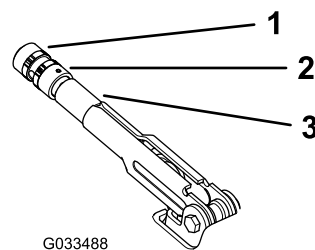

Bild 57
3. Drehen Sie das Handrad (Bild 57), bis eine Kraft von 20 kg bis 22 kg erforderlich ist, um den Hebel zu betätigen.
4. Ziehen Sie die Stellschraube fest (Bild 57).
2. Lösen Sie die Stellschraube, mit der das Handrad am Feststellbremshebel befestigt ist (Bild 57).